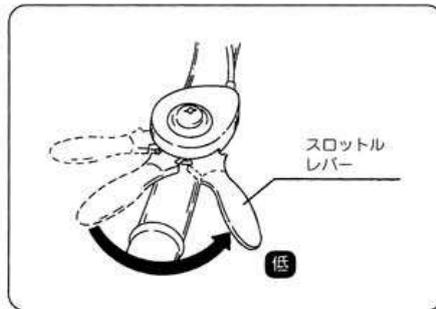

図26
- ① スロットルレバーを [低速] 位置にもどし、停止スイッチを [OFF] 位置にしてください。(図26・27)